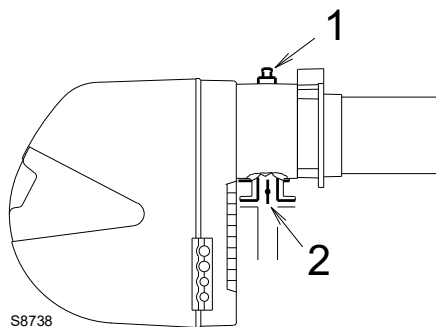

Fig. 24
Presión de gas medida en la toma 1)(Fig. 24), con:
Pérdida de carga en válvula de mariposa del gas 2)(Fig. 24) con apertura máxima: 90°.
- restar a la presión del gas en la toma 1)(Fig. 24) la presión de la cámara de combustión.
Presión de gas en la toma 1)(Fig. 24)=11,3 mbar
En cambio, para conocer la presión de gas necesaria en la toma 1)(Fig. 24), una vez fijada la potencia en la cual se desea que funcione el quemador con la máxima potencia:
- Leer a la derecha, en la columna 1, la presión en la toma 1)(Fig. 24).
presión necesaria en la toma 1)(Fig. 24).